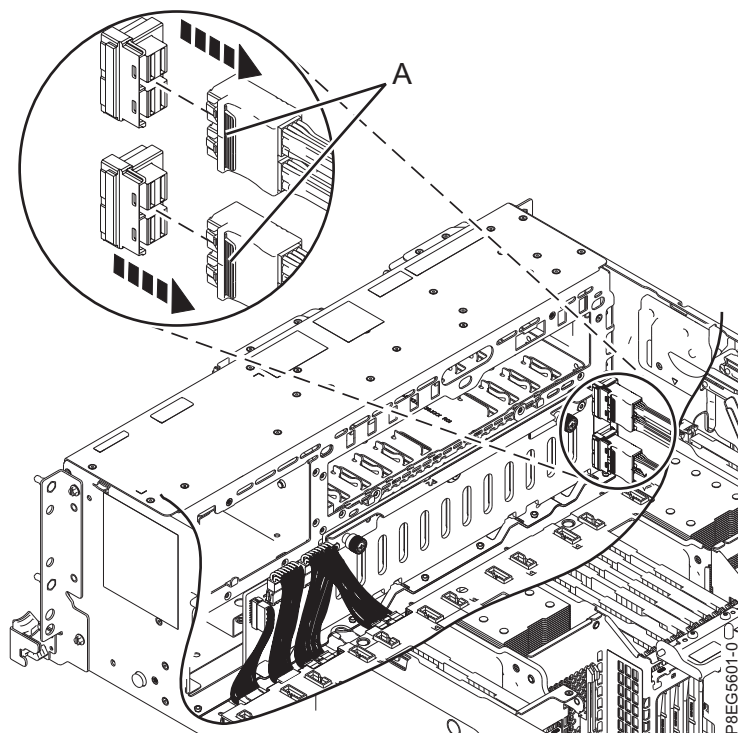

図 3. 前面 SAS ケーブルの切り離し
4. 各ケーブルを接続する、ディスク・ドライブ・バックプレーンおよび SAS RAID 内部アダプター上のコネクタに留意して、前面 SAS ケーブルにラベルを付けます。 7 ページの図 3 に示すように、ラッチ **(A)** を押してケーブルのプラグを抜くことにより、ディスク・ドライブ・バックプレーンから前面 SAS ケーブルを切り離します。